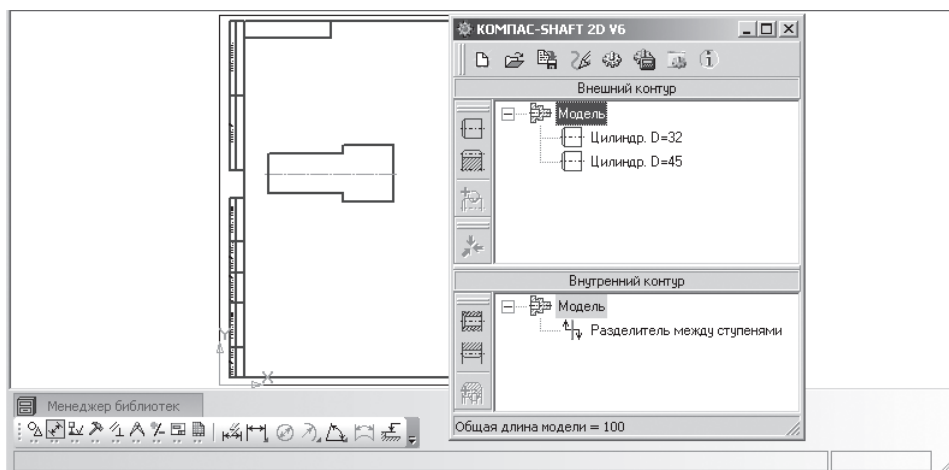

Рис. 3.11. Результат построения внешнего контура второй ступени вала
- щелкните по кнопке  – **ОК** для завершения ввода данных по второй ступени вала. Появится внешний контур второй ступени вала на форматке чертежа, см. рис. 3.11.